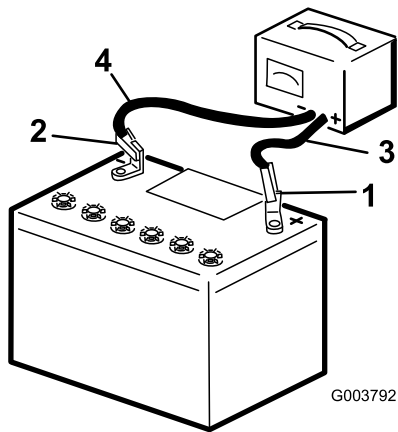

図 38
- 3-4 A で 4-8 時間充電する 図 38。充電しすぎないように注意すること。
- 充電が終わったら、チャージャのプラグをコンセントから抜いてから、チャージャのリード線をバッテリー端子から外す 図 38。